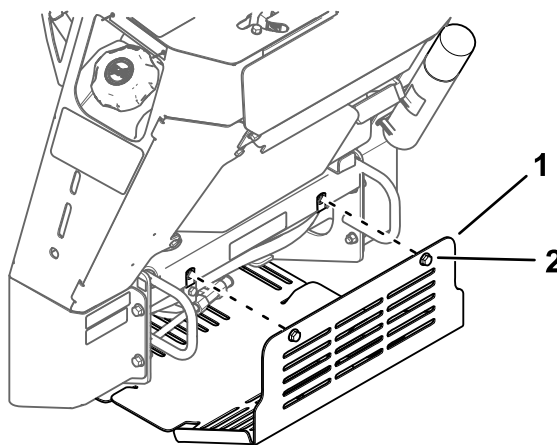

Figura 24
3. Allentate uno dopo l'altro i 2 bulloni che fissano lo schermo inferiore, fino a liberare completamente lo schermo (Figura 24).